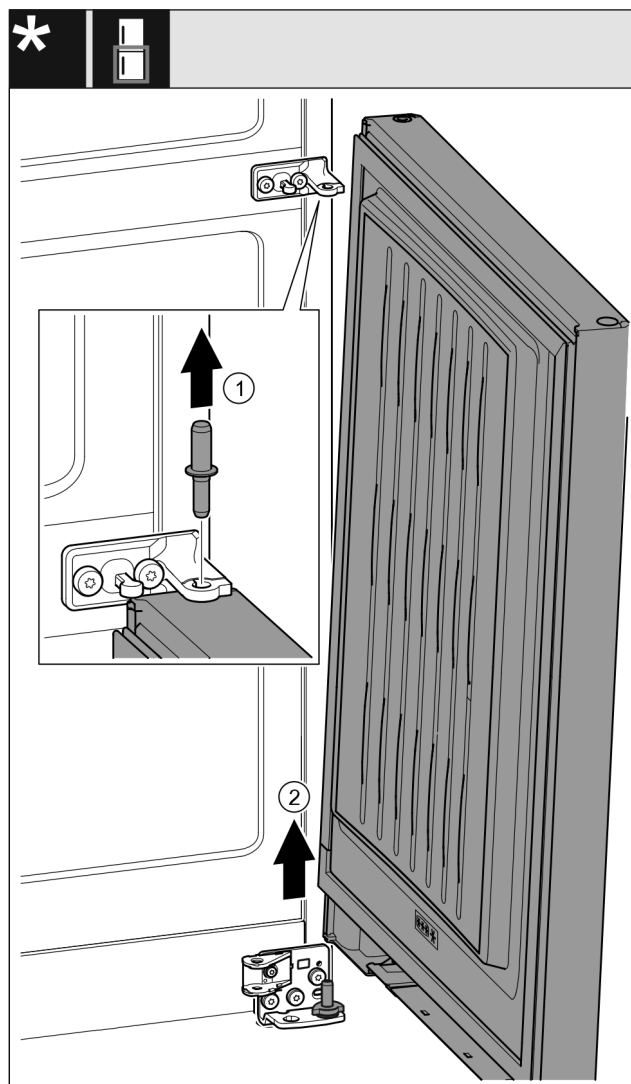

Fig. 18 S tlumičem zavírání*
- Čep Fig. 18 (1) vytáhněte nahoru.*
- Dveře Fig. 18 (2) kýváním vysaďte a odložte stranou.*